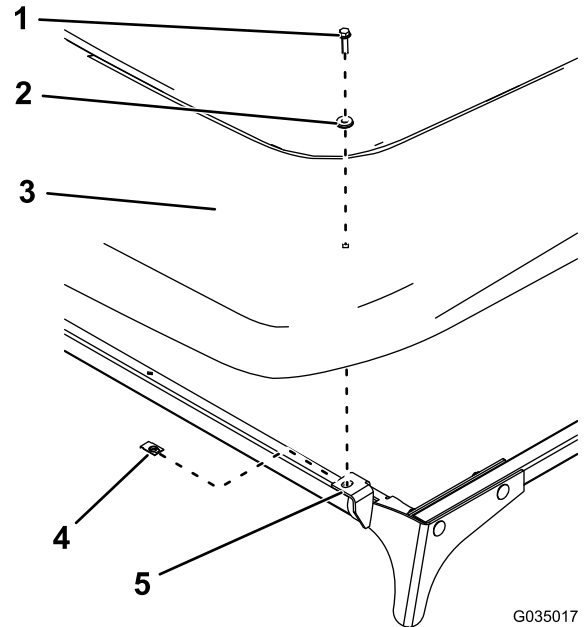

図 64
1. サンシェードを前プレートに取り付けるクリップ2個、シーリングワッシャ2枚、六角フランジボルト 1/4 x 1 インチ2本を使用して 図 64 のように取り付ける。